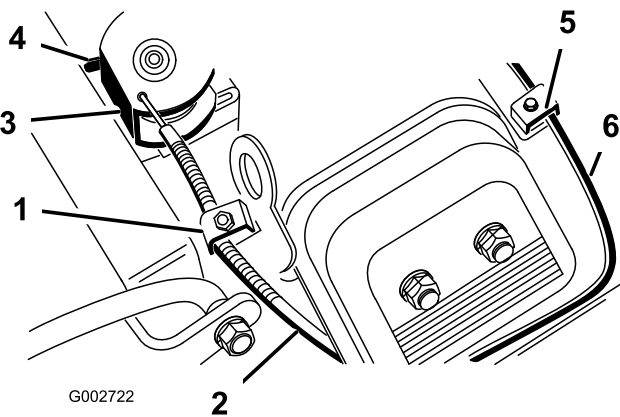

図 41
2. スロットルケーブルをエンジンに固定しているクランプのねじをゆるめる 図 41。
4. スロットルケーブルを十分に引いて、スイベルの後部をストップに接触させる 図 41。
2. チョークケーブルをエンジンに固定しているクランプのねじをゆるめる 図 41。
4. チョークケーブル 図 41 を十分に引いてチョークを完全に閉じ、その位置でクランプのねじを締める。